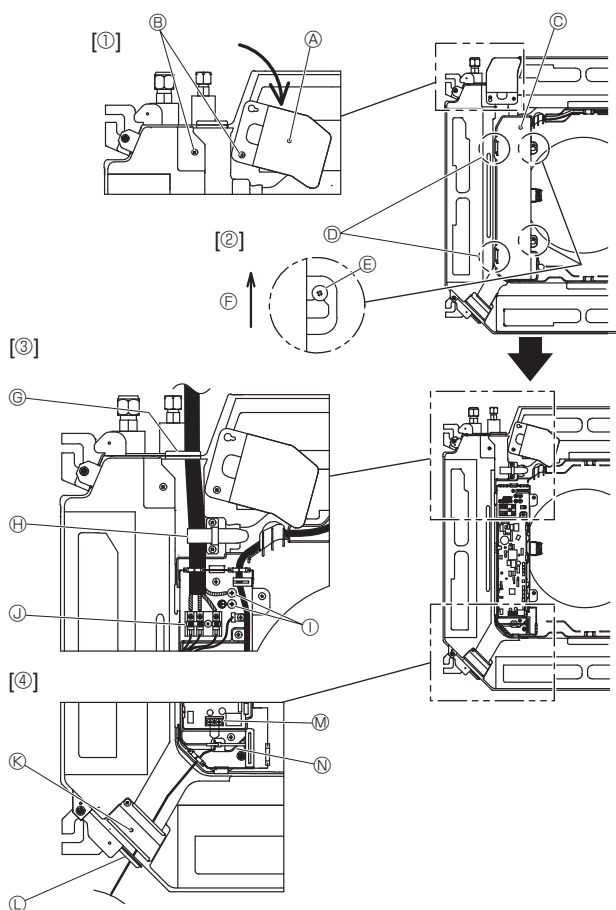
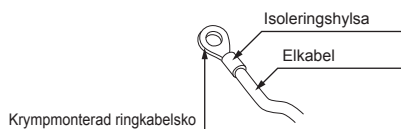
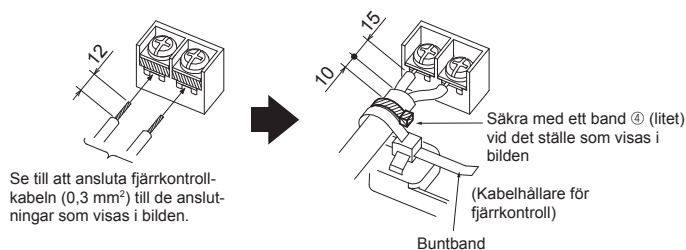

Fig. 6-1
Fig. 6-2
Fig. 6-3
6.1. Inomhusenhet (Fig. 6-1)
1. Lossa de två skruvar som håller servicepanelen för elektriska ledningar och vrid den. [Fig. 6-1 ①]
2. Lossa de två skruvar som håller eldosans lock och skjut av locket. [Fig. 6-1 ②]
3. Dra strömförsörjningskabeln, anslutningskabeln mellan inomhus- och utomhusenheten och jordkabeln genom respektive kabelgenomföring enligt schemat. [Fig. 6-1 ③] Anslut den mantlade delen av strömförsörjningskabeln och anslutningskabeln mellan inomhus- och utomhusenheten i elkompartmentlådan. Använd krymmonterade ringkabelskor för plintkortet för anslutning mellan inomhus- och utomhusenhet samt för uttagssatsen för strömförsörjning (tillval). [Fig. 6-2] Om det inte går att använda krymmonterade ringkabelskor, följ anvisningarna i Fig. 6-3 till 6-6. Se 6.1.1. och 6.1.2. för anslutning.
4. Dra fjärrkontrollens kabel genom ledningsöppningarna enligt schemat. [Fig. 6-1 ④, Fig. 6-3] Se 6.1.1. och 6.1.2. för anslutning.